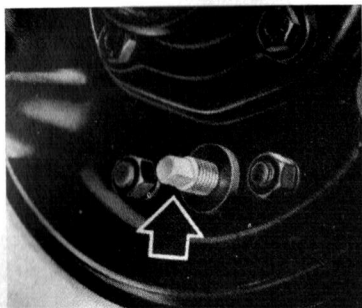

Fig. 37 - Regolazione freni posteriori.
a) **Mod. 97100-97300-97400.** Sollevare a turno ciascuna ruota e girare il regolatore a testa quadra in senso orario sino a che il freno non sia bloccato e quindi allentare fino a che la ruota non sia libera (fig. 37).